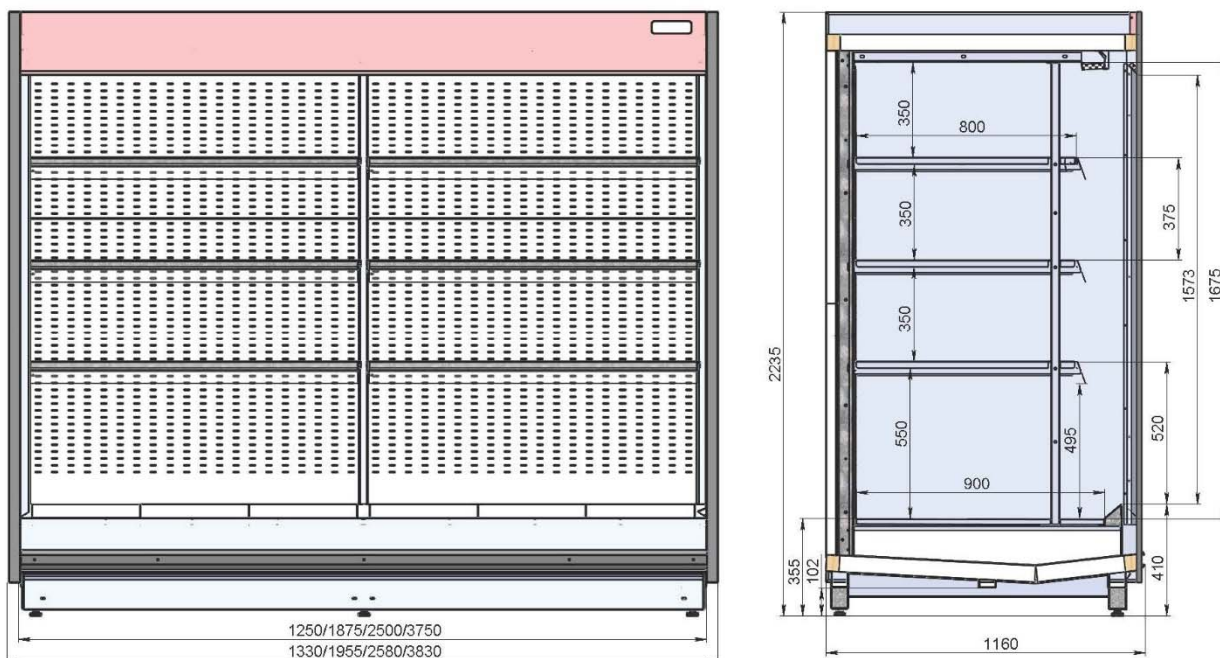

Рис.1. Внешний вид и основные размеры изделия.
- 1.6. Внешний вид и основные размеры изделия представлены на Рис.1